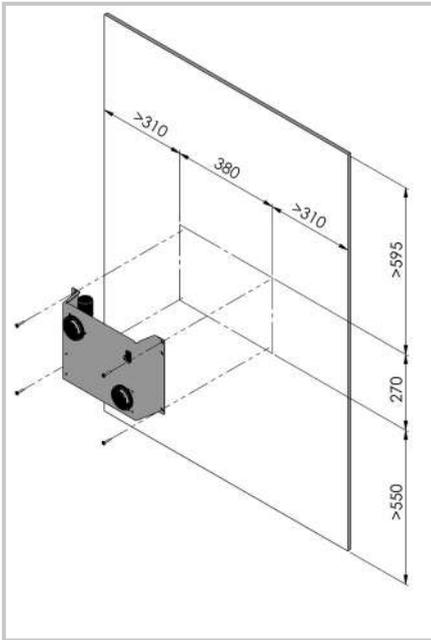

Figure 1.
- Monter le support mural sur le mur à l'aide des vis. Prévoir un espace suffisant autour de la centrale (Fig. 1 et 2).
- Glisser la centrale sur les deux bras (E) après avoir retiré les bouchons d'obturation placés sur les orifices (N).
- Clipser la centrale dans les 2 terminaux du support mural (E).
- Connecter la fiche de commande 24 V de la centrale sur la platine de fixation murale (H).